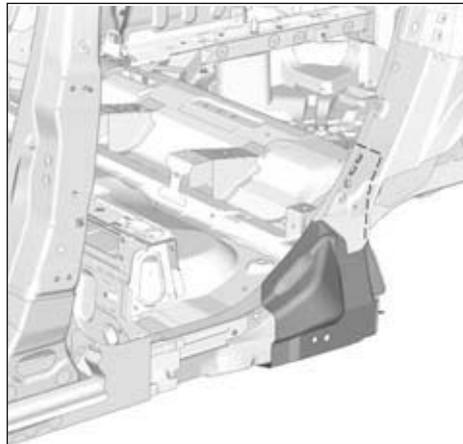

FIG.59
- Respecter les lignes de coupe (Fig.59).